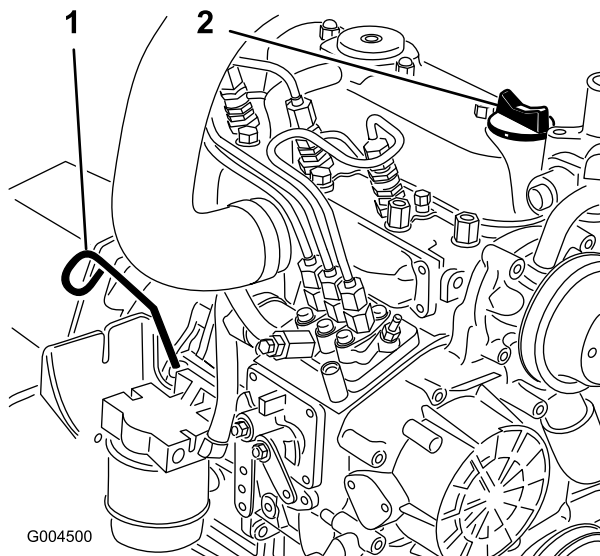

Bild 43
2. Nehmen Sie den Peilstab (Bild 43) heraus und wischen Sie ihn ab. Stecken Sie ihn dann ganz ein. Nehmen Sie den Peilstab heraus und prüfen Sie den Ölstand.
3. Wenn der Ölstand unter der Voll-Marke liegt, nehmen Sie den Fülldeckel ab (Bild 43) und gießen Sie genug Öl ein, um den Ölstand bis zur Voll-Marke anzuheben.